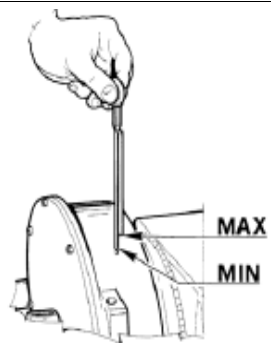

Рис. 42
**2.** Ежемесячно контролируйте уровень масла в редукторе (Рис. 42). Рычаг монтажного инструмента должен находиться в крайнем нижнем положении во время обслуживания.